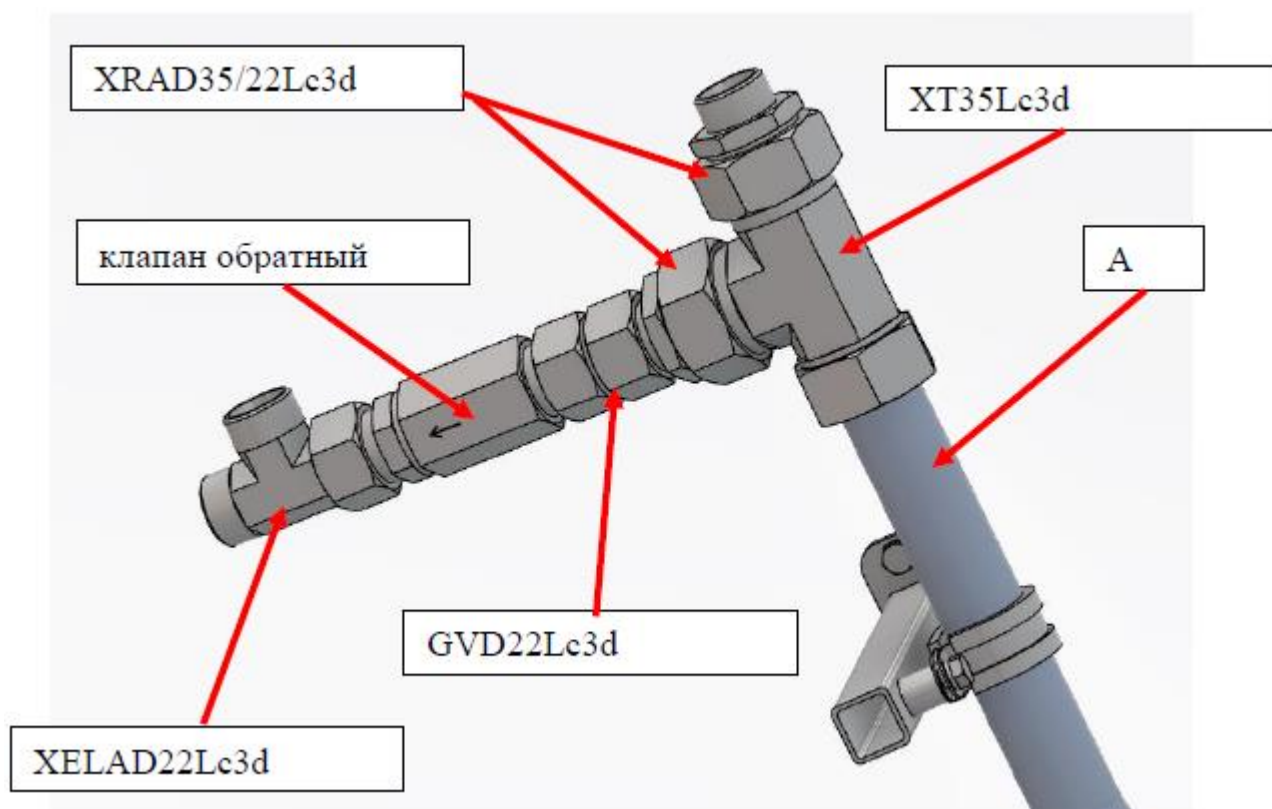

Рисунок 64
3. Установить на трубу А (см. рисунок 64):